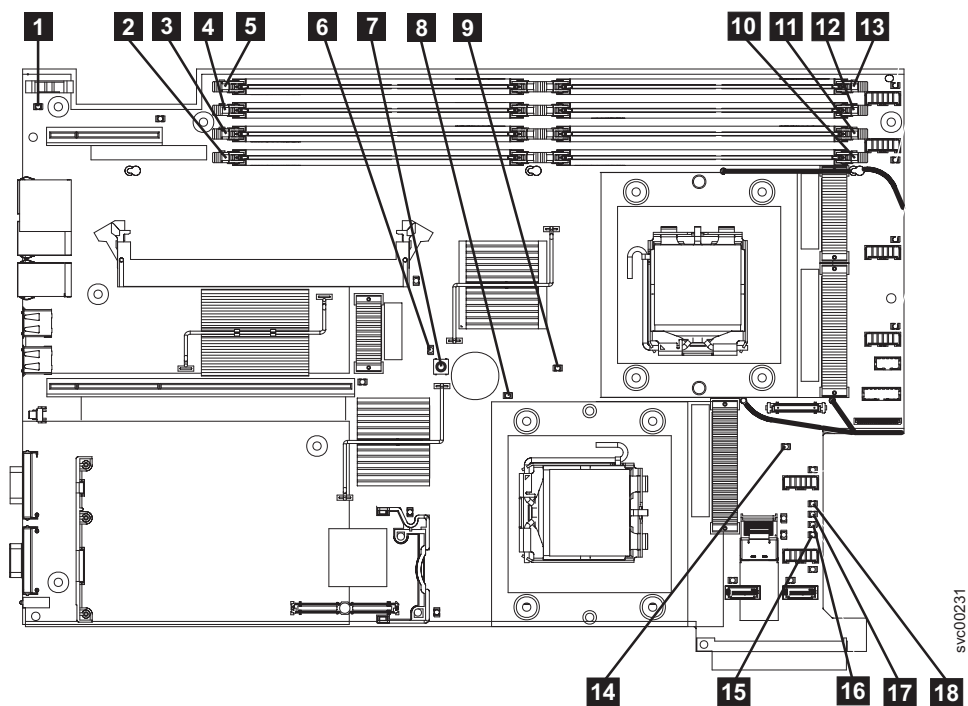

図 58. SAN ボリューム・コントローラー 2145-8G4 システム・ボード
**はい** 385 ページの表 21 を参照にして、特定なライト・パス診断 LED 用に指定されたアクションを実行して、ステップ 3 (386 ページ) に進みます。アクションによっては、システム・ボード上の LED 状態を監視している必要があります。システム・ボード LED の位置は、384 ページの図 58 に示されます。ファン LED はそれぞれのファンに隣接して配置されています。必要な LED を表示するには以下を行います。
- d. ライト・パス診断ボタン (384 ページの図 58の **7**) を押します。